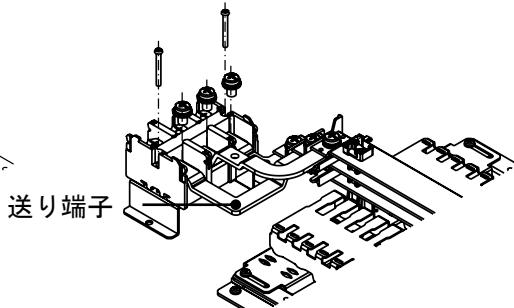

図6
- ③付属のタッピンねじにて端子台(別売)を取付台に固定し、端子台の端子に主幹リードバーを接続してください。(図6)
- ※送り端子から出線が可能です。なお、最大出線サイズは以下の対応表をご確認ください。(図6)